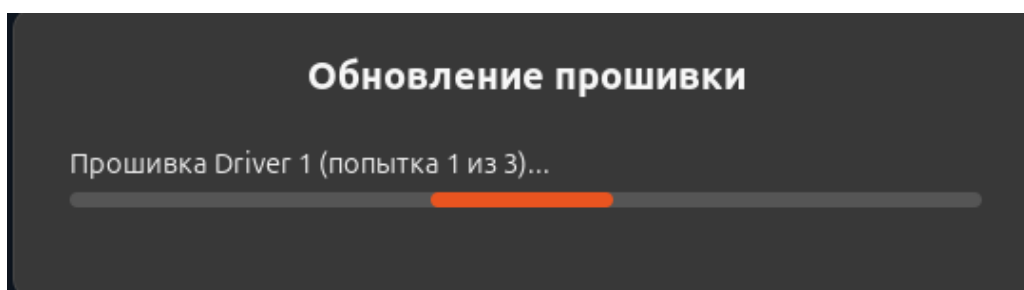

Рисунок II-75 – Уведомление об обновлении
- 4) Если все условия выполнены, то нажмите «Yes». Отобразится уведомление о начале обновления (см. Рисунок II-75).